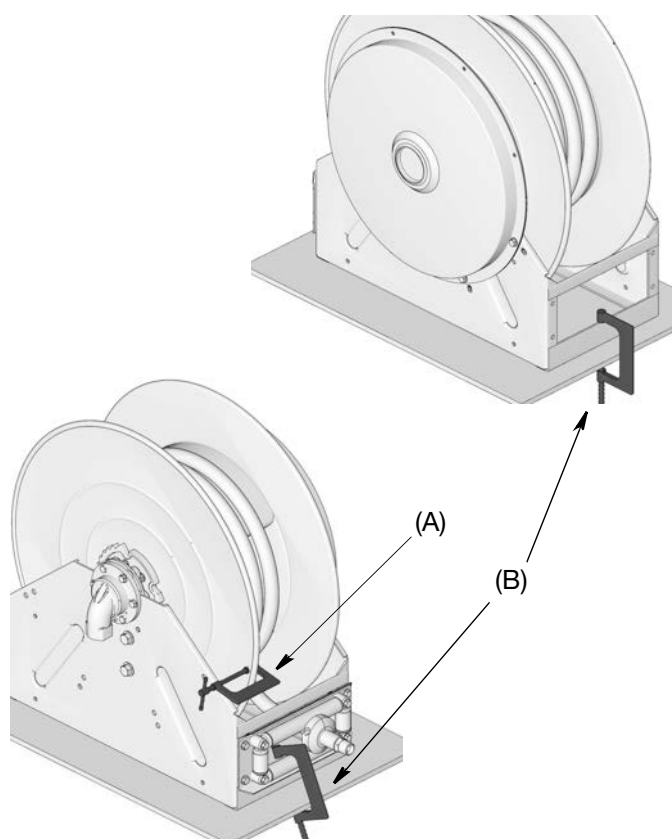

FIG. 22
3. Los carretes de manguera de montaje suspendido o en pared se deben retirar del servicio y fijar en una superficie plana (B, FIG. 22) antes de cambiar la orientación de la entrada.
5. Ponga el enganche. Fije una abrazadera en C (A) en la brida del carrete como se muestra en la FIG. 22 para evitar que el carrete gire libremente.